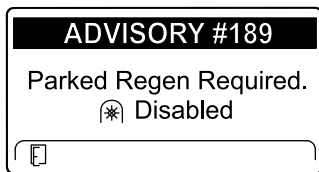

図 45
- 時間以内に駐車再生を行わないと、インフォセンターに駐車再生要求が表示され、PTOが無効化され、アドバイス No.189 が表示されます 図 45。